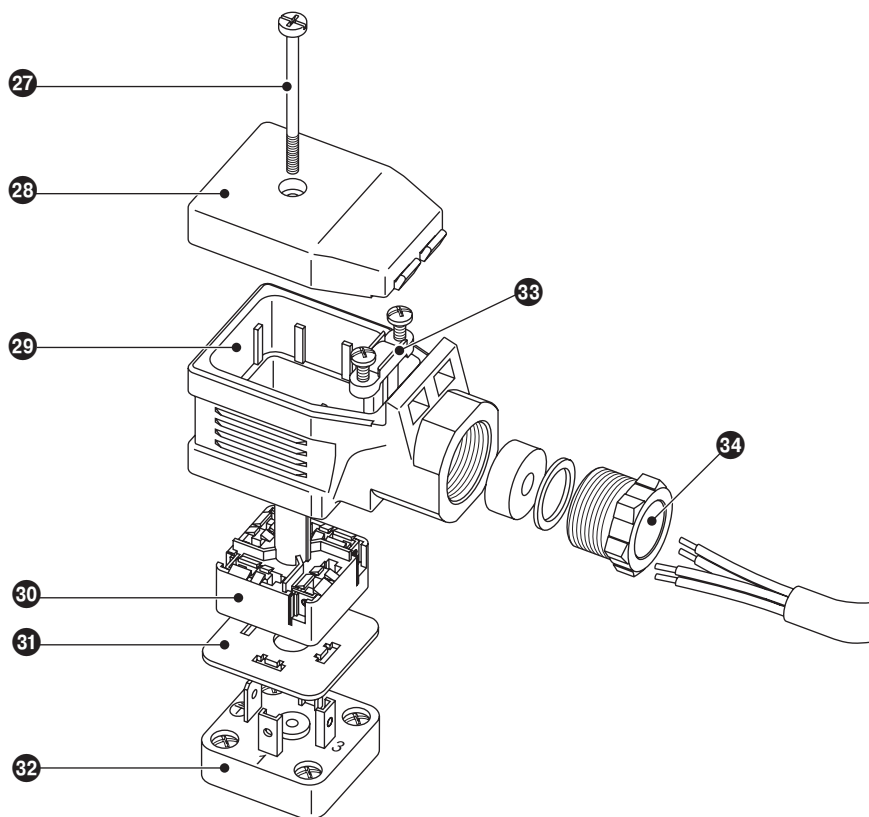

Рис. 22
1. Ослабить винт **27**. **Рис. 22**